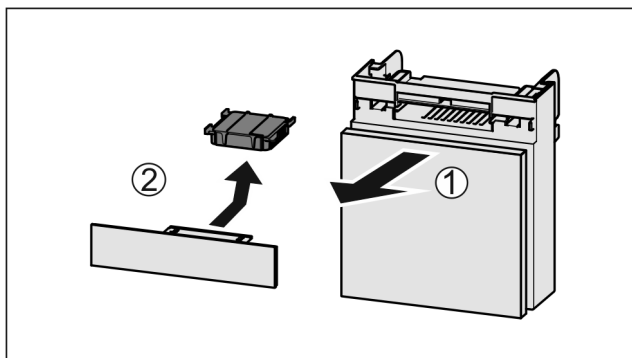

Fig. 170
- Издърпайте Fig. 170 (1) напред от отделениято.
- Извадете Fig. 170 (2) филтъра с активен въглен.